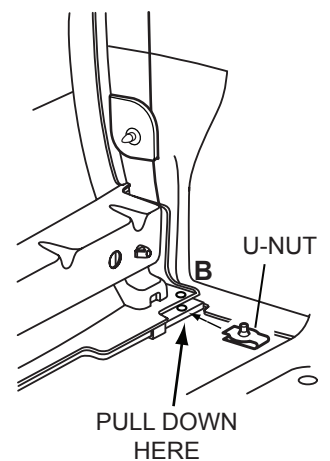

FIGURE 5
11. While holding splash guard firmly to vehicle, make sure upper living hinge profile matches splash guard profile and drill a 5.0 mm (13/64") hole at location (C). Drill through splash guard, living hinge and wheel liner. **See Fig. 5.**
11. Tout en tenant la bavette garde-boue fermement contre le véhicule, s'assurer que le profilé de la charnière mobile supérieure s'ajuste sur le profilé de la bavette garde-boue et percer un trou de 5,0 mm (13/64 po) à l'emplacement (C). Percer à travers la bavette garde-boue, la charnière mobile et le revêtement de passage de roue. **Voir la Fig. 5.**
11. Mientras sujeta la salpicadera firmemente contra el vehículo, asegúrese que el perfil de la bisagra superior corresponda con el perfil de la salpicadera y perfore un orificio de 5.0 mm (13/64") en la ubicación (C). Perfore a través de la salpicadera, la bisagra y el forro de la rueda. **Vea la Fig. 5.**